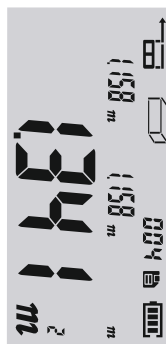

Figura 1
1. Măsurați suprafața o dată. Rezultatul este prezentat în figura 1;